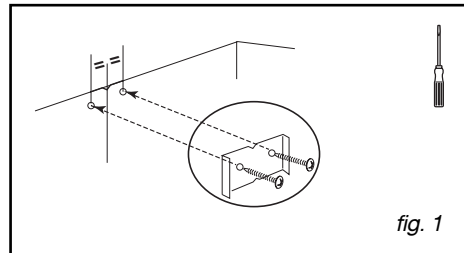

fig. 1
– Bevestig de metalen schouwsteun met behulp van de twee schroeven tegen de muur en tegen het plafond (fig.1).